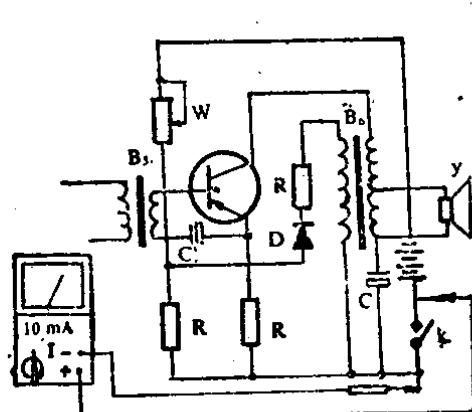
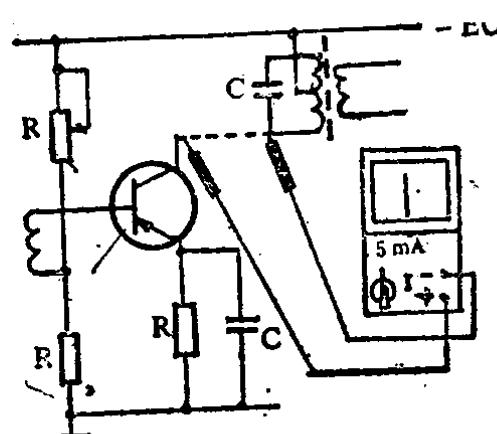

图 1-3 总电流测量法
图 1-4 集电极电流测量法
4. 电流测量法(指对晶体管机的电流供电电路) 采用这种方法，是在保证电源电压检查正常，故障仍未找到的情况下进行的。电流检查法，就是把万用表拨在适当的直流电流量程上，将正负表笔分别串入所测的线路中，一般是指静态工作电流的检查(包括总电流检查和集电极电流的检查)，但仍以测量总电流为多(如图 1-3 所示)。如果测量总电流正常，可测量各级的静态工作电流(即集电极电流，如图 1-4 所示)。因为收音机各放大器要正常工作，必须具备一定条件的直流工作电流。通过测量，如发现哪一级的工作电流不正常，就说明该级的直流回路有故障。表 1-10 列出各种典型晶体管收音机各级的主要电压和集电极电流的数值，可供修理时参考。但由于各类型收音机所采用的管子